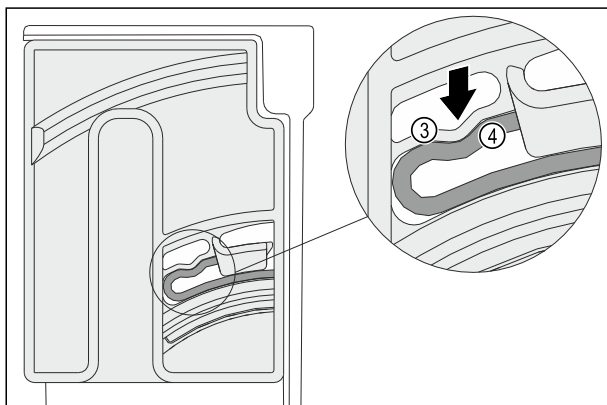

Fig. 147
- Element elastyczny Fig. 147 (3) pokrętła zatrząskuje się słyszalnie na zaokrągleniu krawędzi Fig. 147 (4).